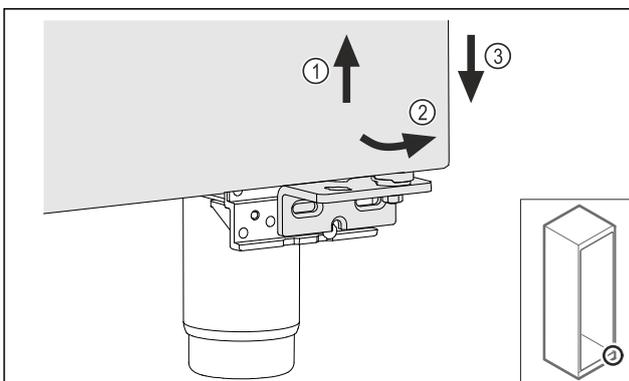

Fig. 23
- Sollevare leggermente la porta Fig. 23 (1), inclinarla in avanti sulla parte inferiore Fig. 23 (2) e abbassarla Fig. 23 (3).